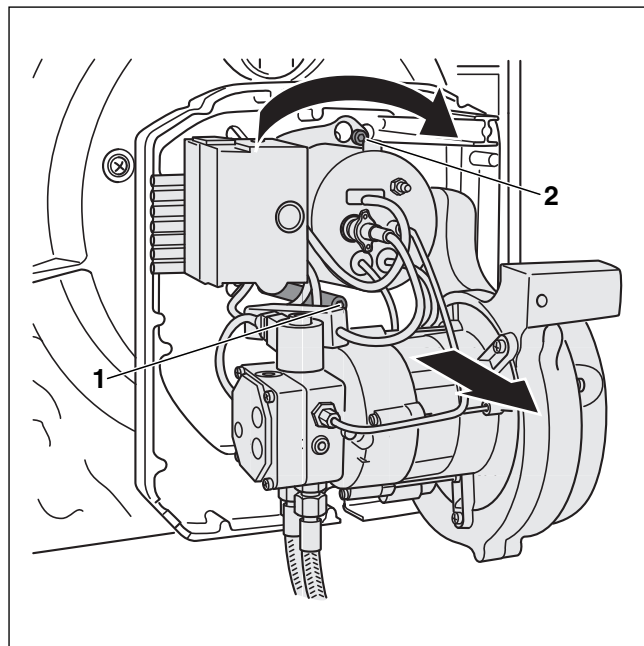

Bild 44 Schrauben der Bajonettbefestigung lösen
- Schrauben der Bajonettbefestigung (→ Bild 44, [1] und [2]) lösen (nicht vollständig herausdrehen) und mit leichter Rechtsdrehung (→ Bild 44) Brenner von der Brennerrückwand abnehmen.